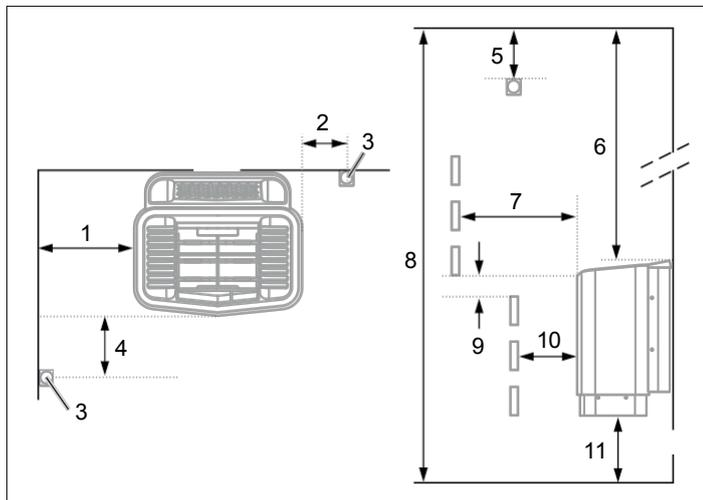
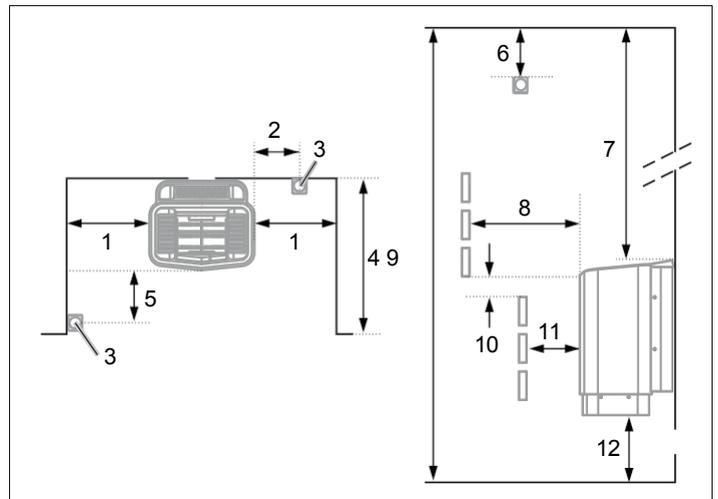

Figura 3: Posizionamento del riscaldatore - installazione normale
Figura 5: Posizionamento del riscaldatore - installazione a incasso
- Pianificare il posizionamento del sensore (vedere Figura 3 e Figura 5).
- sulla stessa parete della porta (o sulla parete laterale se molto vicina alla parete della porta). Il riscaldatore può anche essere collocato in una nicchia (vedere Figura 5).
- Posizionare il riscaldatore a una distanza di sicurezza dal pavimento, dalle pareti laterali e dagli arredi interni (vedere Figura 3).
Posizionare il sensore secondo l'immagine (vedere Figura 3).
1. Posizionare il riscaldatore a una distanza di sicurezza dal pavimento, dalle pareti laterali e dagli arredi interni (vedere Figura 5).
2. Posizionare il sensore secondo l'immagine (vedere Figura 5).